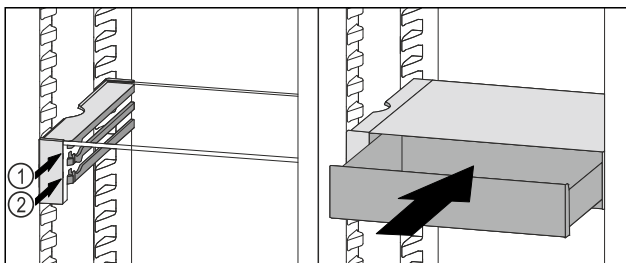

Fig. 103
- ▶ A VarioSafe-fiókot az ütközők mögött helyezze a kívánt bordára a Fig. 103 (1) vagy Fig. 103 (2) szerint.